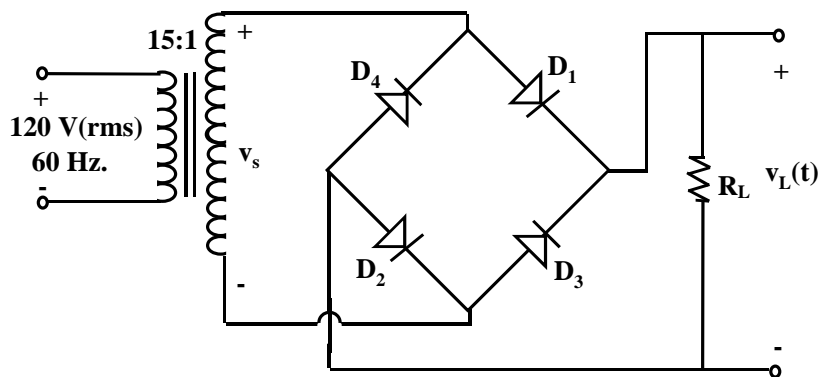

Figura 3. Circuito puente rectificador de onda completa.
El Puente rectificador es un circuito electrónico que utiliza cuatro (4) diodos, con la finalidad de convertir una señal sinusoidal alterna a la entrada (cuyo valor medio es cero) en una señal rectificada con una componente DC no nula. El circuito de la figura 3, muestra un puente rectificador en donde durante el semiciclo positivo conducen los diodos D_1 y D_2 los cuales se encuentran polarizados en directo, mientras que los diodos D_3 y D_4 están polarizados en inverso. Cuando la polaridad de la fuente V_s cambia al semiciclo negativo el diodo D_3 se encontrará polarizado directamente así la corriente circulará: primero por el diodo D_3 , segundo por la resistencia de carga R_L y después por el diodo D_4 , ya que el diodo D_2 se encuentra polarizado en inverso. De esta manera en la resistencia R_L siempre la polaridad será + arriba y - abajo. Lograndose el mismo efecto del circuito rectificador de onda completa visto anteriormente.